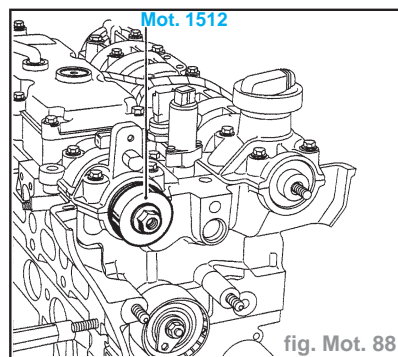

fig. Mot. 88
- les joints d'arbres à cames à l'aide de l'outil **Mot. 1512** (fig. Mot. 88),